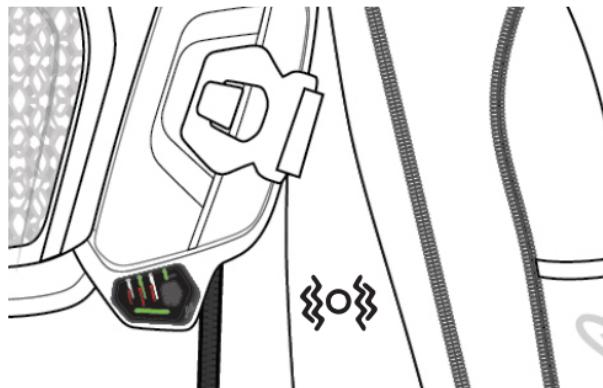

Figura 9: Fase de comprobación de los LED
- 1) Comprobación de LEDs: durante esta fase el Sistema comprobará si todos los LEDs disponibles funcionan correctamente. El Usuario verá que todos los LEDs disponibles (4c, 4d, 4e) se encenderán en VERDE SÓLIDO durante aproximadamente un segundo y luego se apagarán (Figura 9);